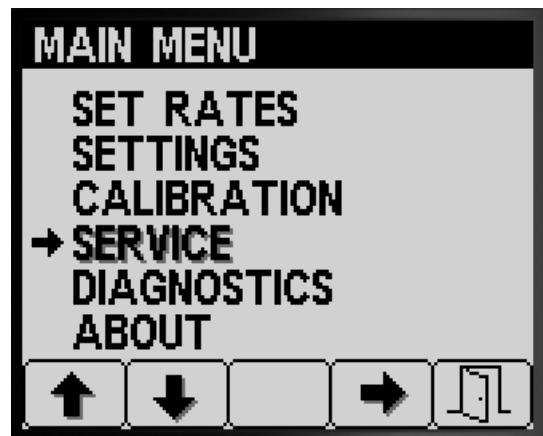

Figura 79
1. PARA ACCEDER A LA PANTALLA SERVICE (MANTENIMIENTO), PULSE EL BOTÓN 2 EN LA PANTALLA MENÚ PRINCIPAL PARA DESPLAZARSE A LA OPCIÓN service Figura 79 (Mantenimiento); consulte Acceso a la pantalla del Menú principal (página 4).
2. Pulse el botón 4 para seleccionar el submenú SERVICE (Mantenimiento) (Figura 79).